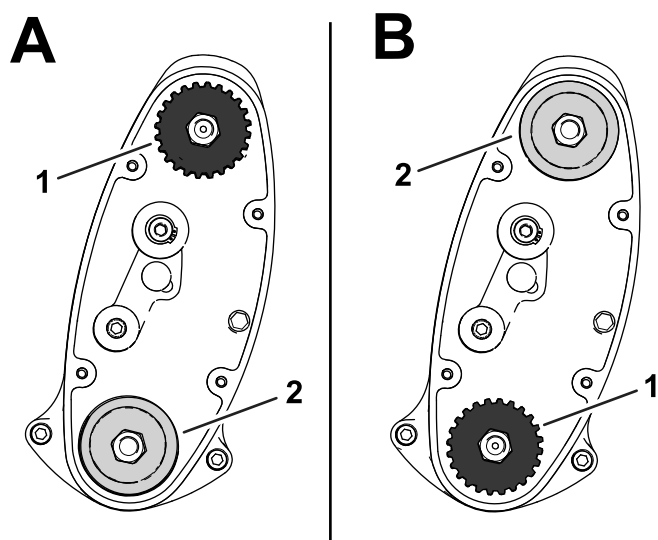

Figure 16
- Position **HAUTE** : « A » à la Figure 16
- Position **BASSE** : « B » à la Figure 16